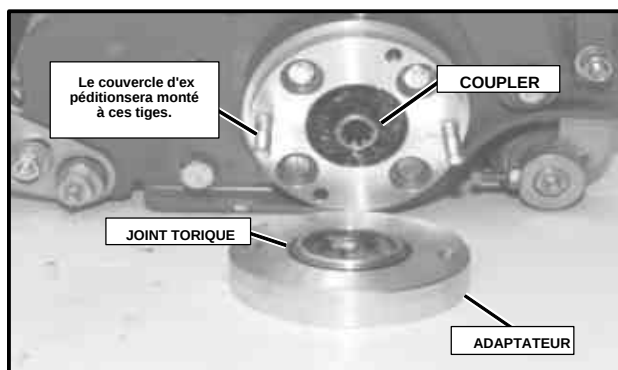
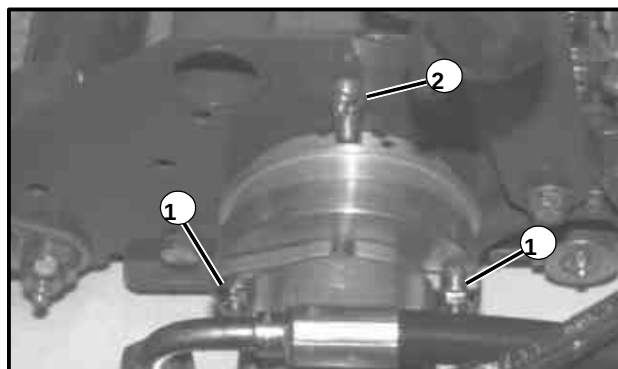

Figure 8
Figure 9
8. Installer le coupleur sur l'arbre de la tête de coupe (Voir la figure 8).
9. Appliquer une petite quantité de Loctite 242 (ou équivalent) pour bloquer le filetage sur l'extrémité courte de filetage de deux (2) tiges de 5/16-18 x 2" et installer les tiges dans les deux trous taraudés sur l'extrémité droite de la tête de coupe.
11. Installer deux (2) écrous à bride lisse 5/16-18 sans serrer sur les tiges (Voir la figure 9).
13. Ajouter du lubrifiant à base de lithium aux boîtiers des roulements aux **DEUX** extrémités des tambours (se reporter au graisseur de la figure 9). Les roulements aux deux extrémités sont partiellement remplis de graisse à l'usine, mais il est nécessaire d'ajouter de la graisse une fois qu'ils sont assemblés. Utiliser un pistolet graisseur pour ajouter de la graisse jusqu'à ce que celle-ci sorte des raccords. Essuyer l'excès de graisse.